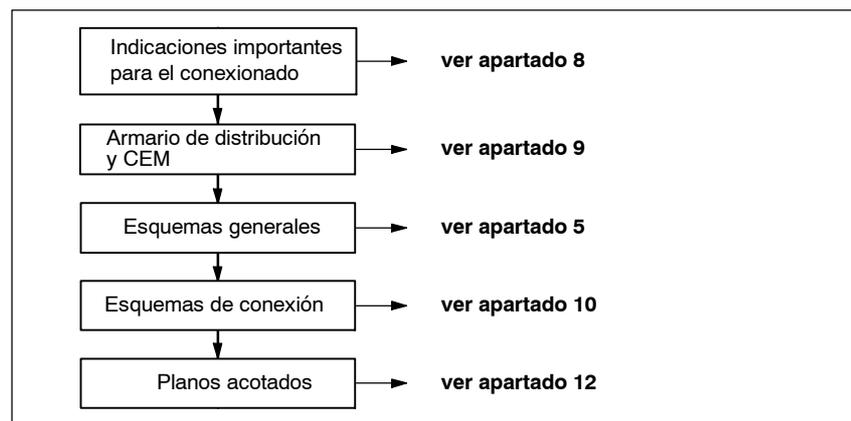

Fig. 1-5 Configuración de conexiones
- Fase 2 Configuración de conexiones (ver fig. 1-5)